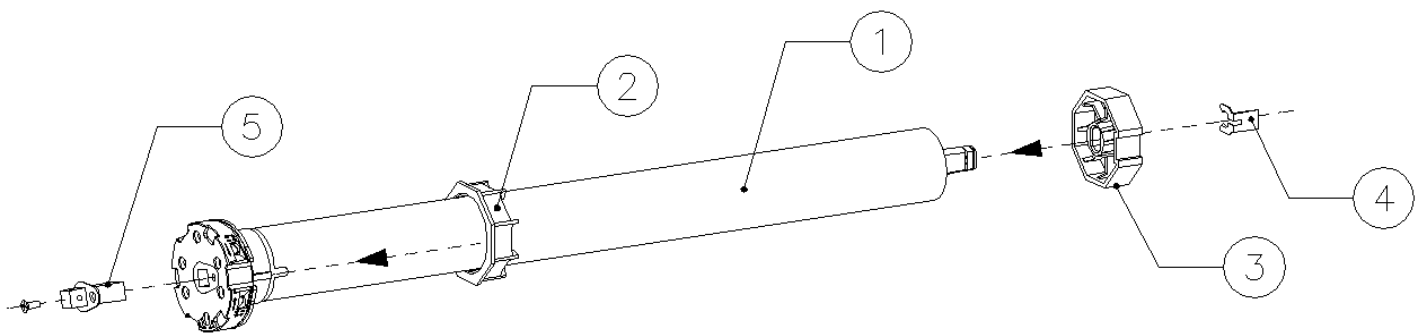
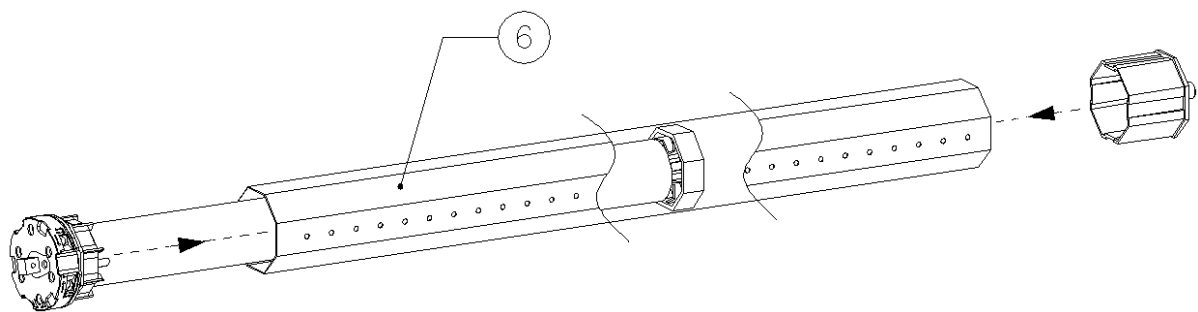
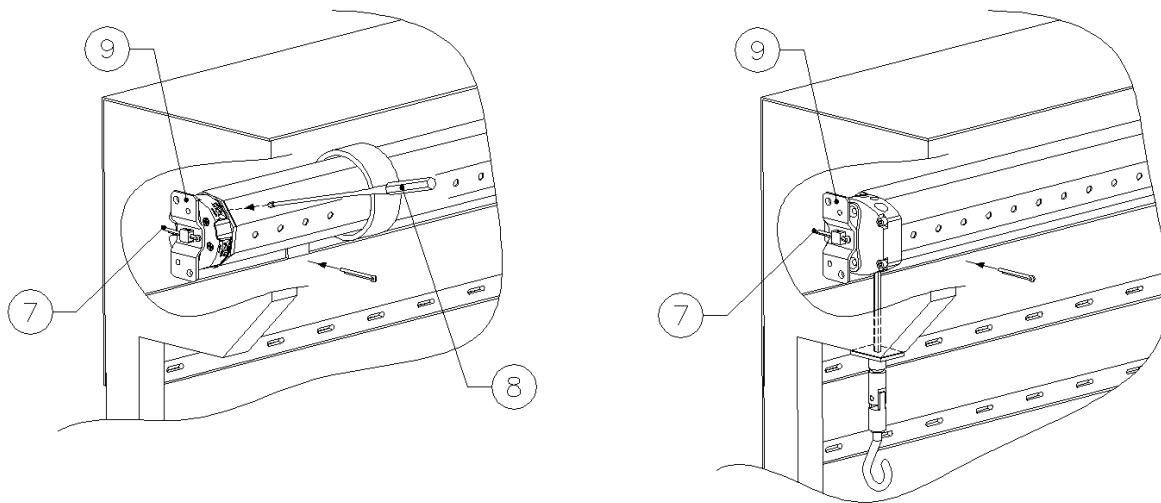
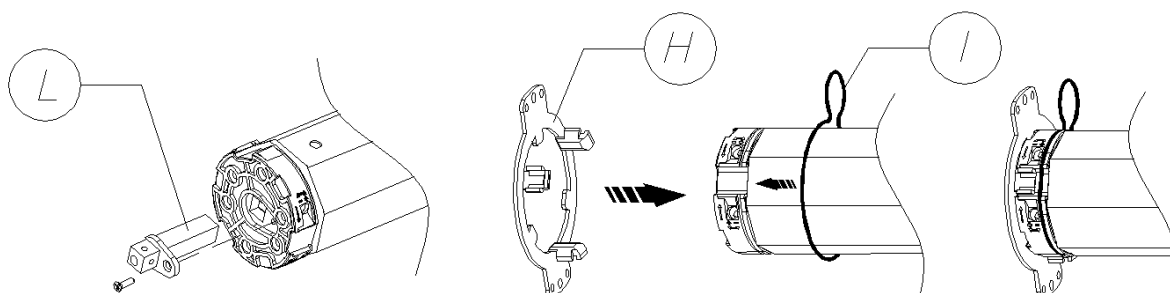

Fig.1
Fig.2
Fig.3
Fig.4
Facendo riferimento allo schema di montaggio, preparare il motoriduttore con la seguente sequenza di operazioni: **A**) Infilare la corona del finecorsa (2) sul motoriduttore (1) fino ad inserirsi nel corrispondente anello di finecorsa facendo combaciare le due scanalature; spingere fino alla battuta come indicato nella fig. 1. Inserire la puleggia di trascinamento (3) sull'albero del motore e bloccarla con relativo fermo (4). Applicare l'adattatore per staffa (5) sulla testa del finecorsa bloccando con le apposite viti date in dotazione. **B**) Introdurre il motoriduttore così assemblato nel tubo di avvolgimento (6) fino ad inserire anche l'estremità della corona (2), (vedi fig. 2). Fissare la puleggia di trascinamento (3) al tubo di avvolgimento (6) mediante una vite in modo tale da evitare possibili slittamenti e movimenti assiali del motore. **C**) Infine bloccare la testa del motoriduttore all'apposita staffa (9) mediante la copiglia (7) data in dotazione (fig.3). **D**) Prima di agganciare il telo al rullo eseguire il collegamento elettrico come mostrato in fig. 4. **E**) Premere il pulsante di salita o discesa per verificare la rotazione del rullo nel senso di avvolgimento e/o svolgimento del telo (in caso contrario invertire i cavi nero e marrone). A questo punto, premere il pulsante di discesa fino al completo arresto della rotazione del rullo. Agganciare il telo al rullo, e premere il pulsante di salita fino a quando il telo si ferma. Procedere ora con la regolazione del finecorsa, attraverso l'apposito regolatore (8).
En référence au schéma de montage, préparer le motoréducteur en suivant ces instructions: **A**) Enfiler la couronne du fin-de-course (2) sur le motoréducteur (1) jusqu'à son insertion dans l'anneau de fin-de-course en faisant coïncider les deux rainures; pousser jusqu'à la feuillure, comme indiqué à la fig.1. Insérer la poulie d'entraînement (3) sur l'arbre du moteur et la bloquer avec un arrêt (4). Appliquer l'adaptateur pour support (5) sur la tête du fin-de-course en bloquant avec les vis fournies. **B**) Introduire le motoréducteur ainsi assemblé dans le tuyau d'enroulement (6) jusqu'à l'insertion de l'extrémité de la couronne (2), (cf. fig. 2). Fixer la poulie d'entraînement (3) au tuyau d'enroulement (6) à l'aide d'une vis afin d'éviter les éventuels glissements et les mouvements axiaux du moteur. **C**) Enfin, bloquer la tête du motoréducteur à la bride (9) à l'aide de la goupille (7) fournie (fig.3). **D**) Avant d'accrocher la toile au rouleau effectuer le branchement électrique comme indiqué à la fig. 4. **E**) Appuyer sur le bouton de remontée ou de descente afin de vérifier la rotation du rouleau dans le sens d'enroulement e/ou de déroulement de la toile (dans le cas contraire, inverser les câbles noir et marron). A ce niveau, appuyer sur le bouton de descente jusqu'à l'arrêt complet de la rotation du rouleau. Accrocher la toile au rouleau et appuyer sur le bouton de remontée jusqu'à l'arrêt de la toile. Procéder à présent au réglage des fin-de-course, à l'aide du régulateur (8).
Using the assembly diagram as your reference, prepare the gearmotor in the following operating sequence: **A**) Insert the rim of the limit switch (2) into the gearmotor (1) until it enters the corresponding run control ring and the two grooves engage. Push it up to the mechanical stop as indicated in figure 1. Place the driving pulley (3) onto the transmission shaft and block it with the corresponding retainers. (4). Fix the adaptor for the retaining bracket (5) onto the head of the limit switch with the screws provided. **B**) Introduce the gearmotor thus assembled into the winding spindle (6) until it inserts into the extremity of the rim (2), (see figure 2). Fix the driving pulley (3) to the winding spindle (6) by a screw to prevent the motor from sliding or moving axially. **C**) Finally block the head of the gearmotor onto the corresponding retaining bracket (9) using the splint pin (7) provided (figure 3). **D**) Before hooking awning to the winding spindle make the electric connections as illustrated in figure 4. **E**) Press the lifting and closing button to check that the winding spindle moves in the correct direction for winding and/or unwinding the awning (if the direction is incorrect invert the black and brown wires). At this point, press the closing button until the winding spindle stops. Attach the awning to the winding spindle and press the lifting button until the awning stops. Now regulate the limit switch, using the apposite adjustment (8).
Haciendo referencia al esquema de montaje, preparar el motorreductor en la siguiente secuencia de operaciones: **A**) Introducir la corona de final de recorrido (2) en el motorreductor (1) hasta colocarlo en el correspondiente anillo de final de recorrido haciendo coincidir las dos ranuras; empujar hasta el tope como se indica en la fig. 1. Introducir la polea de arrastre (3) en el arbol del motor y bloquearla con su correspondiente cierre (4). Aplicar el adaptador para abrazadera (5) en la extremidad del final de recorrido bloqueándolo con los tornillos que se incluyen. **B**) Introducir el motorreductor montado de esta forma en el tubo de recogida (6) hasta introducir también las extremidades de la corona (2), (ver fig. 2.) Fijar la polea de arrastre (3) al tubo de recogida (6) con un tornillo, de forma que se eviten posibles deslizos y movimientos axiales del motor. **C**) Al final bloquear la extremidad del motorreductor en la abrazadera (9) mediante la chaveta (7) que se entrega (fig.3). **D**) Antes de enganchar la tela al rodillo realizar la conexión eléctrica como se muestra en la fig. 4. **E**) Presionar el pulsador de subida y bajada para comprobar la rotación del rodillo en la recogida y/o como se desenrolla la tela (en caso contrario invertir los cables negro y marrón) A este punto, presionar el pulsador de bajada hasta la completa parada de la rotación del rodillo. Enganchar la tela al rodillo y presionar el pulsador de subida hasta que se pare la tela. Proceder entonces con la regulación del final de recorrido a través del reglador (8).
Unter Hinweis auf das Montageschema sind die Rohrmotor mit der nachstehenden Aufeinanderfolge von Operationen vorzubereiten: **A**) Den Endanschlagkranz (2) auf den Rohrmotor (1) stecken, bis er in den entsprechenden Endanschlag eingefügt ist, wobei die zwei Rillen auf einander passen müssen; bis zum Anschlag drücken, wie in Abb. 1 gezeigt. Die Mitnehmscheibe (3) auf der Motorwelle einfügen und mit der entsprechenden Befestigung blockieren (4). Den Adapter für den Bügel (5) auf dem Kopf des Endanschlags applizieren und mit den eigens beigelegten Schrauben blockieren. **B**) Den auf diese Weise montierten Motor in das Aufwicklungsrohr (6) einfügen, bis auch die Extremitäten des Kranzes (2) eingefügt sind. (Siehe Abb. 2). Die Mitnehmscheibe (3) auf dem Aufwicklungsrohr (6) mittels einer Schraube derart befestigen, dass eventuelle Rutschbewegungen oder axiale Bewegungen des Motors vermieden werden. **C**) Schließlich den Kopf des Motors auf dem eigens vorgesehenen Bügel (9) mittels des beigelegten Splints (7) blockieren (Abb. 3). **D**) Vor der Befestigung der Markise an der Rolle ist die elektrische Verbindung wie auf Abb. 4 gezeigt herzustellen. **E**) Die Taste für das Heben und Senken drücken, um die Rotation der Rolle im Aufwicklungs- und/oder Abwicklungssinn der Markise zu prüfen (im gegenteiligen Fall ist das schwarze und das braune Kabel umzukehren). An diesem Punkt die Taste für das Senken bis zum völligen Stillstand der Rotation der Rolle drücken. Die Markise an die Rolle anhängen und die Hebetaste solange drücken, bis die Markise anhält. Den Endanschlag mit Hilfe des geeigneten Reglers einstellen (8).
Consultando o esquema de montagem, preparar o motorreductor com a seguinte sequência de operações: **A**) Enfiar a coroa do fim-de-percurso (2) no motorreductor (1) até que se introduza no anel de fim-de-percurso correspondente fazendo juntar as duas ranhuras, empurrar até que se assente como está indicado na fig. 1. Introduzir a roldana de arrematamento (3) no eixo do motor e bloqueá-la com o stop relativo (4). Aplicar o adaptador para suporte (5) no cabeçote do fim-de-percurso bloqueando com os parafusos apropriados fornecidos. **B**) Introduzir o motorreductor montado desta maneira no tubo de enrolamento (6) até que a extremidade da coroa se fique introduzida também (2), (veja fig. 2). Fixar a roldana de arrastamento (3) no tubo de enrolamento (6) mediante um parafuso de tal maneira que evite possíveis escorregadelas e movimentos axiais do motor. **C**) Por fim bloquear o cabeçote do motorreductor no suporte apropriado (9) mediante o perno (7) fornecido (fig. 3). **D**) Antes de enganchar o toldo ao rolo realizar a conexão eléctrica como está mostrado na fig. 4. **E**) Pressionar o botão de subida ou de descida para verificar a rotação do rolo no sentido de enrolamento e/ou desenrolamento do toldo (caso contrário invertir os cabos preto e marrom). A esta altura, pressionar o botão de descida até que a rotação do rolo pare completamente. Enganchar o toldo ao rolo, e pressionar o botão de subida até que o toldo pare. A partir de então continuar fazendo a regulação do fim-de-percurso, por meio do regulador apropriado (8).
Il Motoriduttore è predisposto per l'utilizzo di una staffa ad innesto rapido (H), nel caso si volesse utilizzare questo tipo soluzione procedere come segue: **1)** Svitare la vite e sfilare il perno quadro (L); **2)** Inserire la testa del finecorsa nella staffa rispettando le alette di riferimento; **3)** Inserire la molla (I) nell'apposita sede allo scopo di vincolare il motoriduttore alla staffa (vedi fig. 4).
Le motoréducteur est conçu pour l'utilisation d'une chape à enrouleur rapide (H). Pour utiliser ce type de solution, procédez comme suit : **1)** Défaire la vis et faire glisser le pivot cadre(L). **2)** Placer la tête dans la fin de course dans la chape en respectant les ailettes de référence ; **3)** Placer le ressort (I) dans l'emplacement prévu pour relier le motoréducteur à la chape (cf. fig. 4).
The Gear Motor is set up for use with a fast coupling bracket (H), if you want to use this solution proceed as follows: **1)** Unscrew the screw and remove the square pin (L) ; **2)** Insert the limit stop head in the bracket in line with the reference tabs; **3)** Insert the spring (I) in the specific seat in order to attach the gear motor to the bracket (see fig. 4).
El motorreductor está preparado para la aplicación de una brida de conexión rápida (H); para utilizar este tipo de solución: **1)** Destornillar el tornillo y extraer el perno cuadrado(L); **2)** Colocar la culata del final de carrera en la brida respetando las aletas de referencia; **3)** Colocar el muelle (I) en su lugar para sujetar el motorreductor a la brida (véase la Fig. 4).
Der Getriebemotor ist für die Verwendung eines Schnellsteckbügels (H) vorgesehen. Falls Sie diese Art Bügel verwenden möchten, gehen Sie wie folgt vor: **1)** Lösen Sie die Schraube und ziehen Sie den rechteckigen Stift durch(L); **2)** Fügen Sie den Kopf des Endanschlags in den Bügel ein und achten Sie dabei auf die Klappen; **3)** Fügen Sie die Feder (I) an die geeignete Stelle ein, um den Getriebemotor mit dem Bügel zu verbinden (siehe Abb. 4).
O Motorreductor encontra-se predisposto para a utilização de um grampo de encaixe rápido (H), no caso de se pretender utilizar este tipo de solução proceder conforme se segue: **1)** Desaparafusar o parafuso e retirar o perno quadrado (L); **2)** Inserir a cabeça do fim de curso no grampo respeitando as aletas de referência; **3)** Inserir a mola (I) na respectiva sede com o objectivo de prender o motorreductor ao grampo (ver fig. 4)